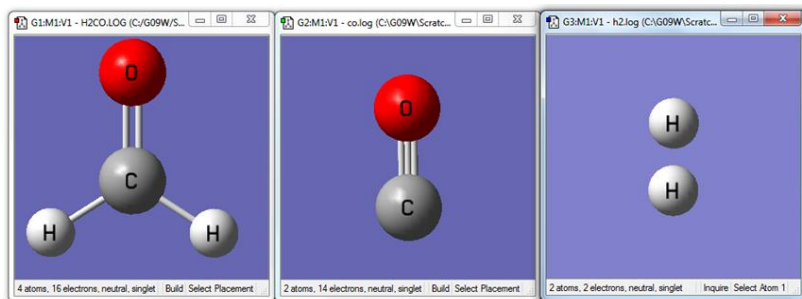

Рис. 8.1. Оптимизированные структуры H_2CO , CO и H_2 , соответственно
1. На первом этапе постройте и оптимизируйте геометрии молекул формальдегида, угарного газа и водорода, соответствующие реагенту и продуктам реакции (рис. 8.1). Для оптимизации используйте следующие ключевые слова: